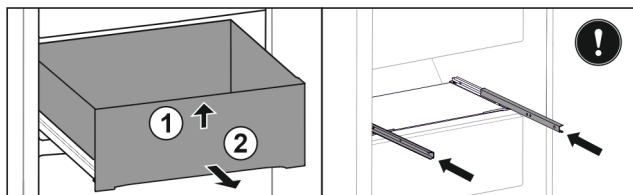

Fig. 43
- ▶ Приподнимите выдвижной ящик спереди. Fig. 43 (1)
- ▶ Извлеките выдвижной ящик движением вперед. Fig. 43 (2)